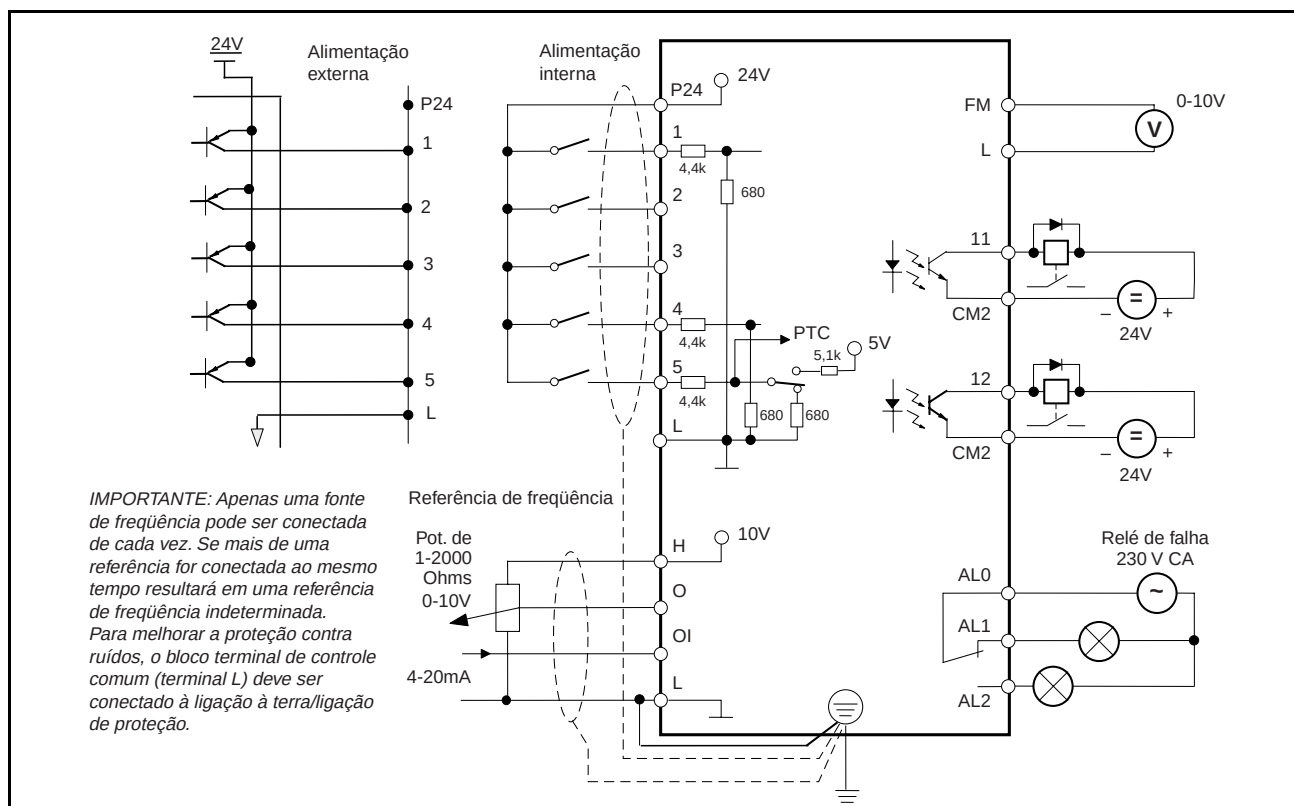

Figura 2.6 – Conexões típicas de terminais de controle
- No caso de utilizar as saídas de transistor 11 ou 12, com uma carga indutiva como um relé, instale um diodo de recuperação paralelo ao relé, como indicado na figura 2.6. para evitar danos à saída.
A figura 2.6 ilustra conexões típicas de terminais de controle.